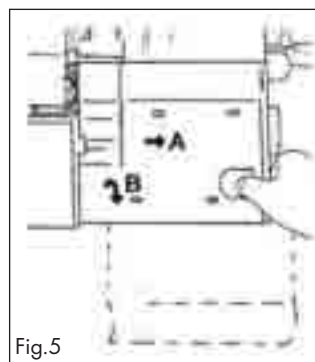

Fig.5
- Deslize a tampa da frente ⑩ para a direita (A) e puxe-a para si (B) (fig. 5). Atrás da tampa da frente ⑩ pode ver o espaço para a lançadeira.